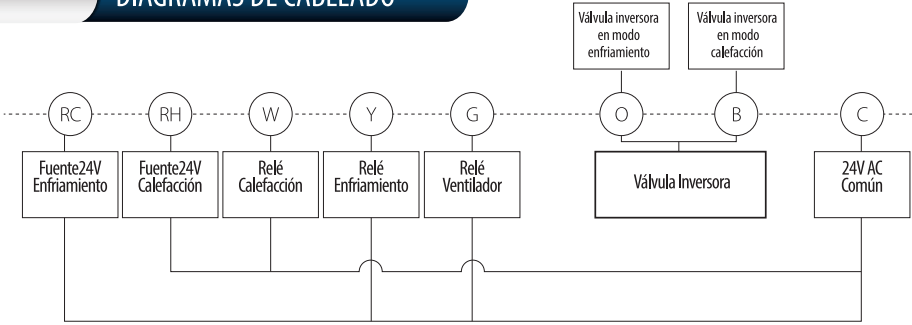

Figura 3, Diagrama típico de cableado de calor / frío, Sistema de 5 cables y dos transformadores.
- 9** Inserte la parte expuesta de los cables rotulados en los terminales para los cables. Consulte "Diagramas de cableado", **Sección 3, Figura 3**.